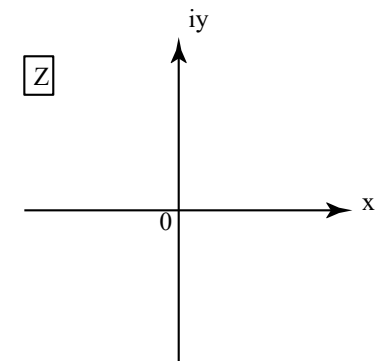

図2
- 複素速度ポテンシャルが $W_2(z) = Az^2$ で与えられる流れについて、速度ポテンシャル ϕ_2 および流れ関数 ψ_2 を求めよ。また、流線と等ポテンシャル線をそれぞれ実線と破線で図2に記入せよ。